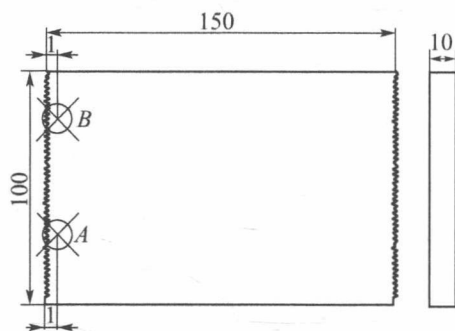

图 1-1-9 确定样冲点 B
(4) 以毛坯左边平面为基准, 量取 100mm, 在此处打样冲作为 B 点, 如图 1-1-9 所示。